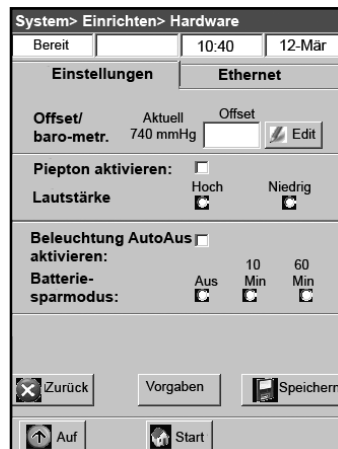

Abbildung H-24: Bildschirm System > Einrichten > Hardware
4. Am Bildschirm Hardware stellen Sie die gewünschten Hardwareoptionen ein (Abbildung H-24).